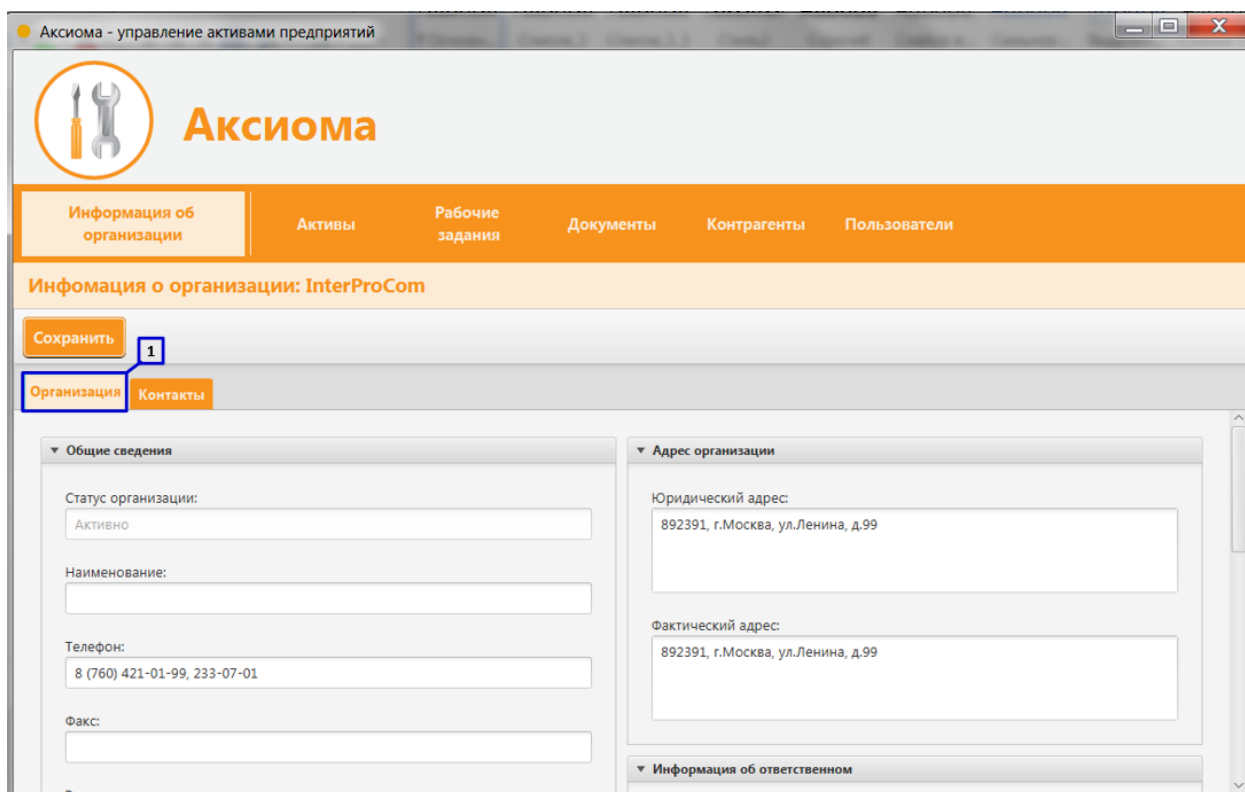

Рисунок 3. Раздел «Информация об организации» вкладка «Организация»
1. Вкладка «Организация» – отображает информацию об организации (**Рисунок 3 пункт 1**);